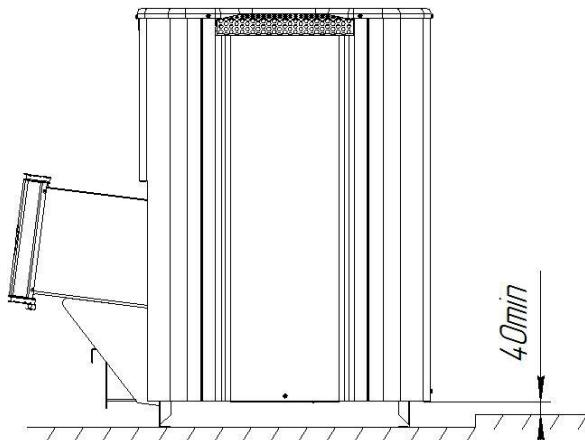

Рисунок 5 - Установка печи ниже уровня чистового пола
Указанные расстояния безопасности можно уменьшить в четыре раза, используя кирпичную кладку шириной  $\frac{1}{2}$  кирпича и воздушный зазор 30 мм до используемой горячей поверхности. Кладка должна быть выше, чем верхняя поверхность печи на 500 мм (рисунок 5а).
**ВНИМАНИЕ!** Запрещается устанавливать печь ниже уровня чистового пола при отсутствии притока воздуха к нижним конвекционным отверстиям (рисунок 5).
Расположение дымохода, приближенное к передней поверхности печи, в некоторых случаях может вызвать затруднения при монтаже бака и дымохода. В этом случае рекомендуется монтировать на выходной патрубок печи два колена 45° (рисунок 5в). Такая схема позволит обеспечить пожаробезопасные расстояния до поверхностей печи и дымохода.